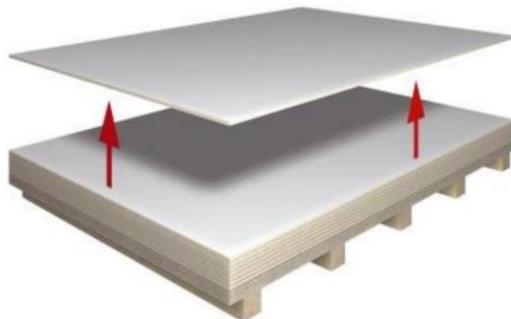

Рисунок 2
- Плиты необходимо приподнимать и не сдвигать их декоративными сторонами друг об друга (см. рис. 2)